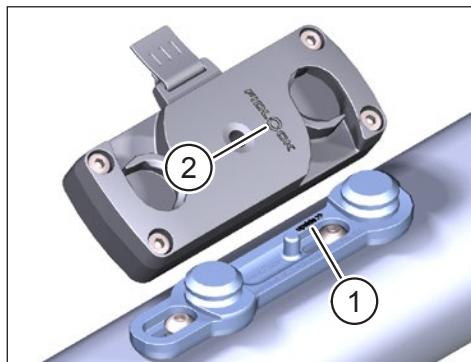

Fig. 2: Orientamento della base FIDLOCK® Bike e del connettore FIDLOCK® Force
- ▶ Durante il montaggio, osservate la scritta „**upside >>**“ incisa sulla base FIDLOCK® Bike (Pos. 1 in Fig. 2). Il bordo superiore del logo FIDLOCK® (Pos. 2 in Fig. 2) am FIDLOCK® sul connettore FIDLOCK® Force deve puntare nella direzione della freccia da „**upside >>**“.